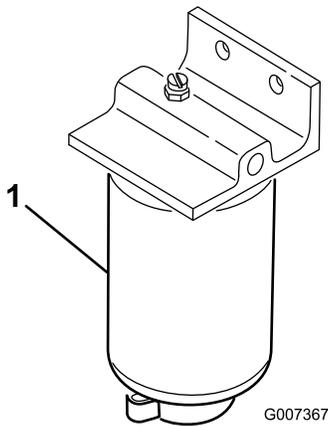

Figura 33
1. Coloque un recipiente limpio debajo del filtro de combustible (Figura 33).